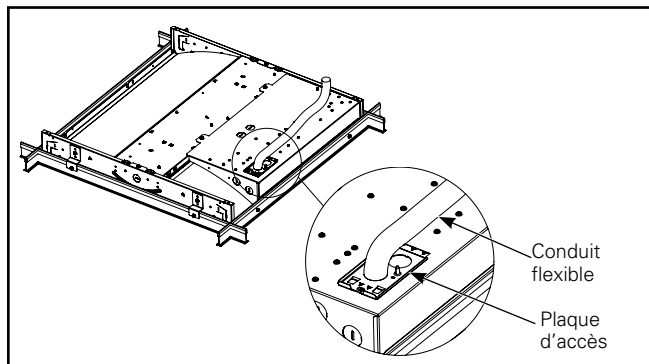

Figure 14.
9. Rentez tous les fils et les connecteurs de fils dans la boîte de jonction du luminaire, remplacez la plaque d'accès électrique et enclenchez-la solidement en place. (Figure 14)